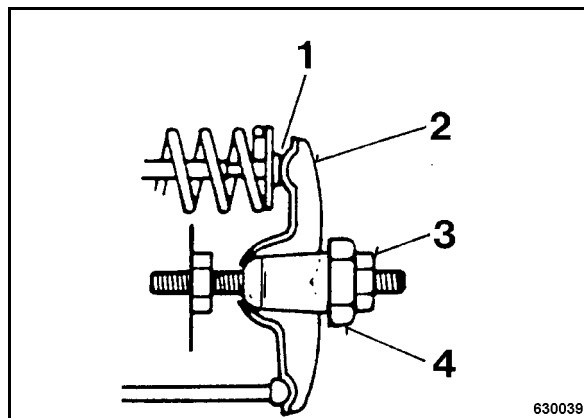

рис. 59
- Удерживать шестигранную гайку (4) (рис. 59) на коромысле и ослабить контргайку (3).
- Повернуть шестигранную гайку (4) коромысла так, чтобы находящийся между коромыслом и стержнем клапана (1) щуп после последующего затягивания